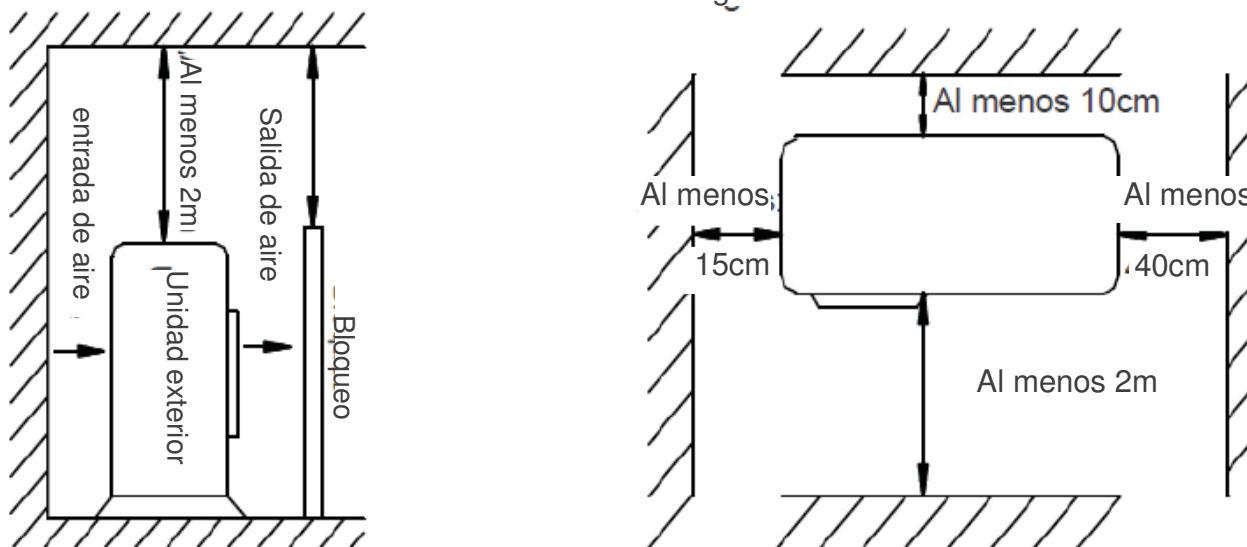

Fig.2
- La distancia de instalación debe ser de acuerdo a la Fig. 2.